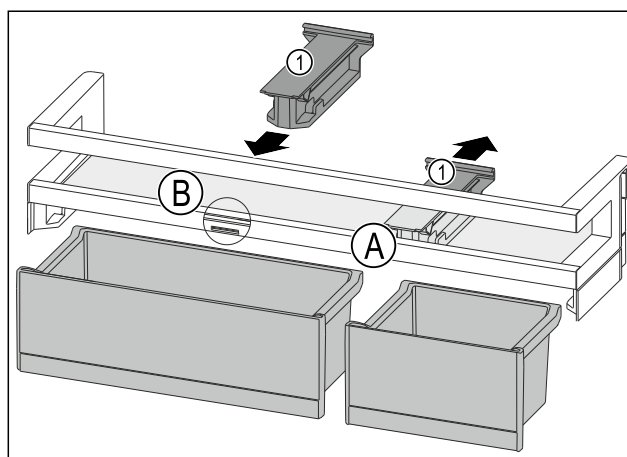

Fig. 142
- ▶ Haltearm Fig. 142 (1) in Position Fig. 142 (A) nach hinten abziehen.
- ▶ Haltearm Fig. 142 (1) in Position Fig. 142 (B) einsetzen.